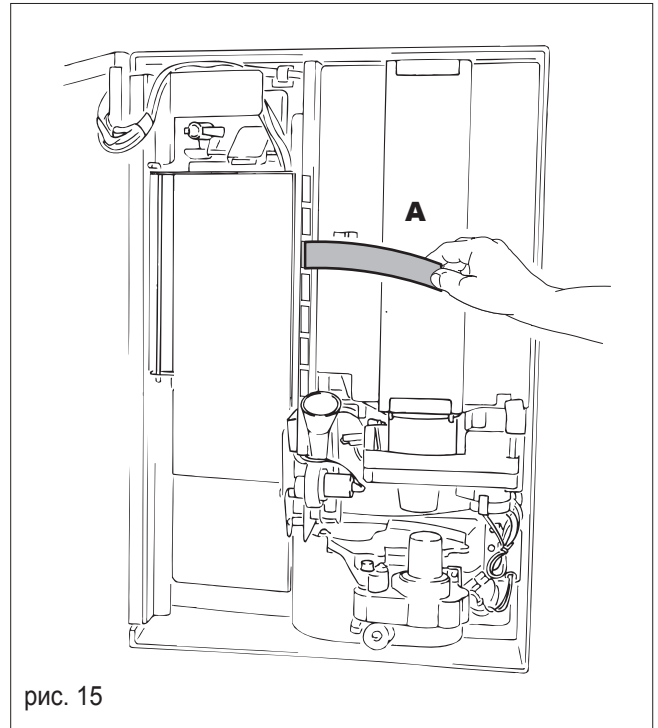

рис. 15
- вставьте готовые бирки в специальные слоты на внутренней стороне передней дверце (А, рис. 15).